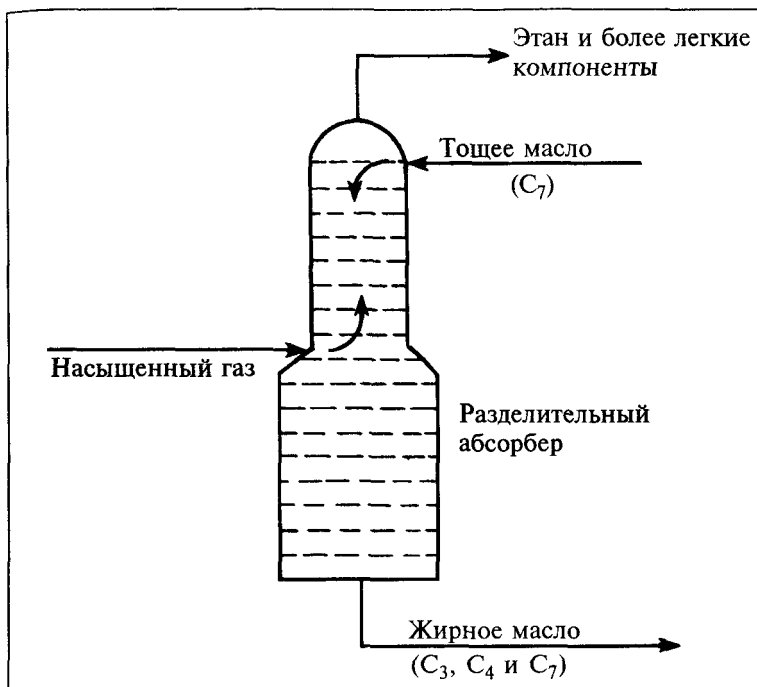

Рис. 7.2. Абсорбция.
3. *Абсорбция* (поглощение). Оставшиеся газы под высоким давлением направляются в *разделительный абсорбер* (поглотитель). На верхнюю тарелку абсорбера подают нефть, которая просачивается вниз по колонне. По дороге она собирает (абсорбирует) большую часть пропана и бутана, оставшихся в газовой фазе. Нефту, собравшую эти газы, называют *насыщенным абсорбционным маслом*. Соответственно нефть, которую подают в верхнюю часть колонны для абсорбции пропана и бутана, называют *отбензиненным абсорбционным маслом* (Вы помните, что американцы называют их «жирное» масло и «тощее» масло) (рис. 7.2).